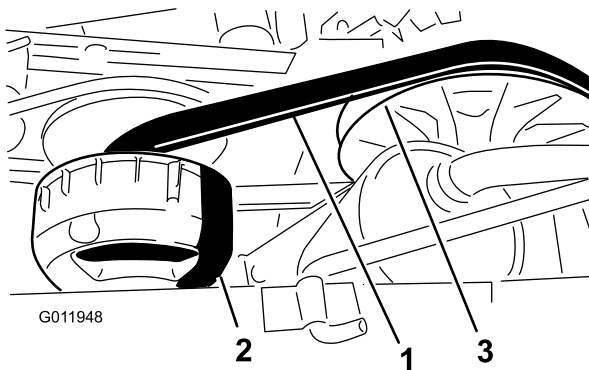

Figura 69
4. Fate girare la cinghia (Figura 69) ed ispezionatela per rilevarne eventuale segni di eccessiva usura o danni.
3. Girate la cinghia e fatela passare sulla frizione secondaria (Figura 69).
4. Rimuovete la cinghia dalla frizione primaria (Figura 69).
5. Allineate la nuova cinghia sopra la frizione primaria (Figura 69).
6. Girate la cinghia e fatela passare sulla frizione secondaria (Figura 69).